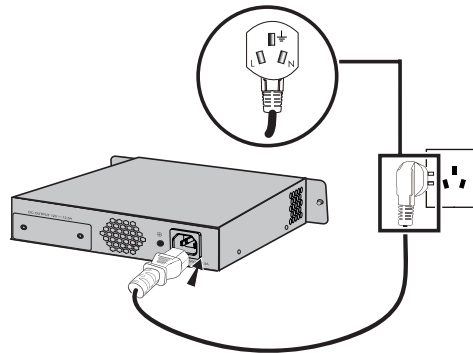

图3-9 TL-RPS150连接电源线示意图
4. 使用TL-RPS150中配送的交流电源线连接TL-RPS150的交流输入接口与电源插座, 如图3-9所示。